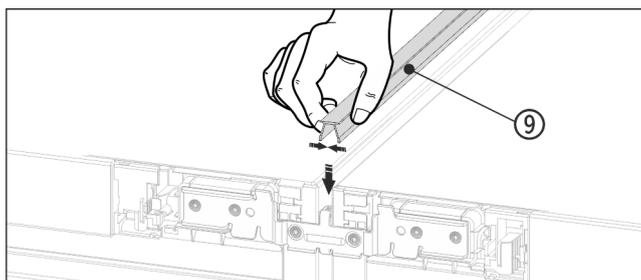

Fig. 19
- ▶ Sur le côté supérieur, pousser la baguette *Fig. 19 (9)* courte dans la fente horizontale.